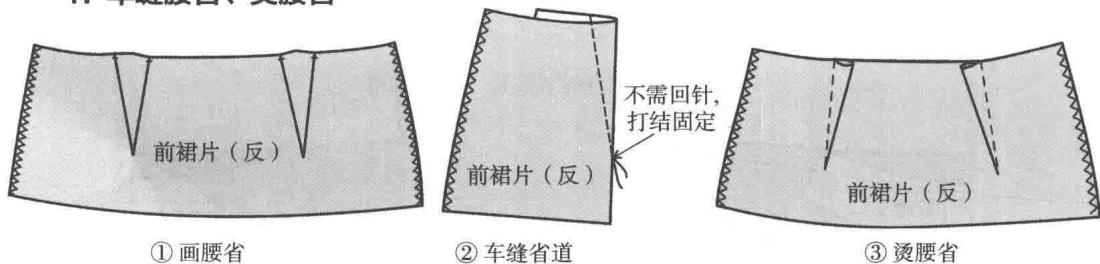

图1-1-7 车缝腰省、烫腰省
(1) 画腰省：在前、后裙片的反面按省位用划粉画出省道（图1-1-7①）。
(2) 车缝腰省：从省边回针开始缝至省尖，留10cm左右缝线剪断后打结加固（图1-1-7②），如厚料可直接回针固定。
(3) 烫省道：将裙片反面朝上，放在布馒头上将省道往中间烫倒（图1-1-7③）。